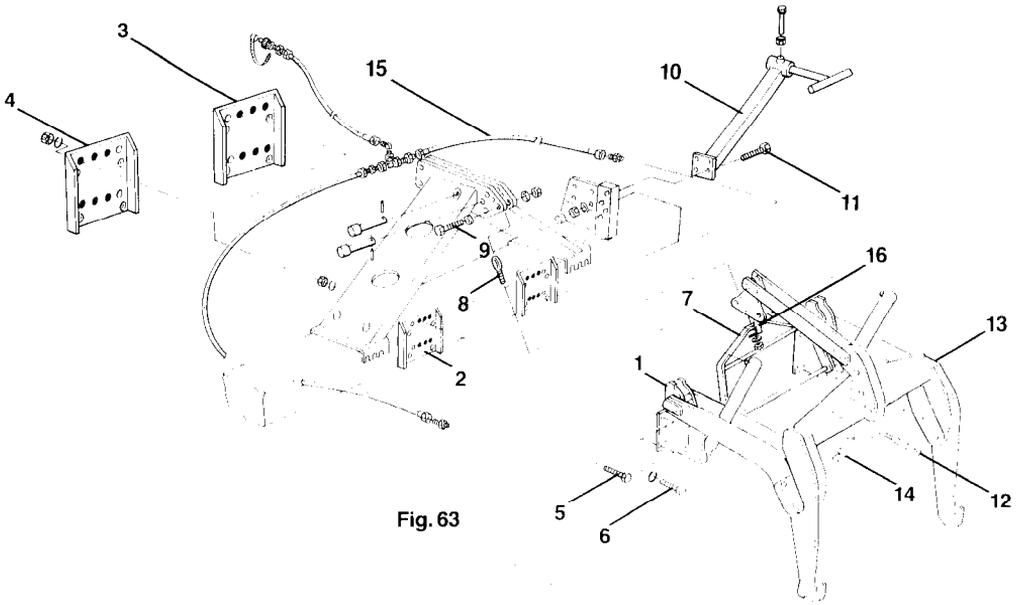

Fig. 63
- Kupplungsbock (Fig. 63/1) an den Anschraubplatten (Fig. 63/2) des Kreiselgrubbers (-egge) befestigen und zwar:
- a) leichte Ausführung nach Fig. 63/3
- b) schwere Ausführung nach Fig. 63/4
- oben 3 Skt-Schrauben M 12 x 40 (Fig. 63/5) mit Federringen und Skt-Muttern,
- unten 3 Skt-Schrauben M 12 x 25 (Fig. 63/6) mit Federringen.
- Am oberen Dreipunkt des Kreiselgrubbers (-egge) ist der Spannrahmen (Fig. 63/7) mit der Spannschraube (Fig. 63/8) und der Skt.-Schraube M 20 x 100 (Fig. 63/9) zu befestigen.
- Seitenstützen (Fig. 63/10) mit 4 Skt.-Schrauben M 12 x 20 (Fig. 63/11), Scheiben und selbstsichernden Muttern an den Abstützungsteilen zur Packerwalze befestigen.
- Den kurzen Oberlenker (200 – 260 mm – Fig. 63/12) am oberen Anlenkpunkt der Sämaschine und am Kupplungsrahmen (Fig. 63/13) mit dem Bolzen ∅ 25 x 100 mm lang (Fig. 63/14) abstecken und Sämaschine gerade ausrichten.
- Den vormontierten Hydraulikschlauch (Fig. 63/15) oberhalb des Spannrahmens und unterhalb des Oberlenkerbocks des „Huckepack“-Systems verlegen und an den Hydraulikzylindern anschließen. Das Sicherungsblech (Fig. 63/16) verhindert das Verschieben des Hydraulikschlauches nach hinten.